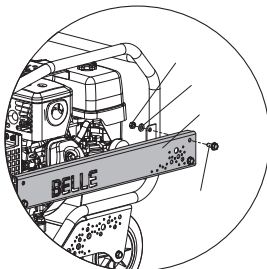

рис. 1
1. Снять левый щиток, 4 болта М8, гайки и шайбы (**см. рис. 1**)